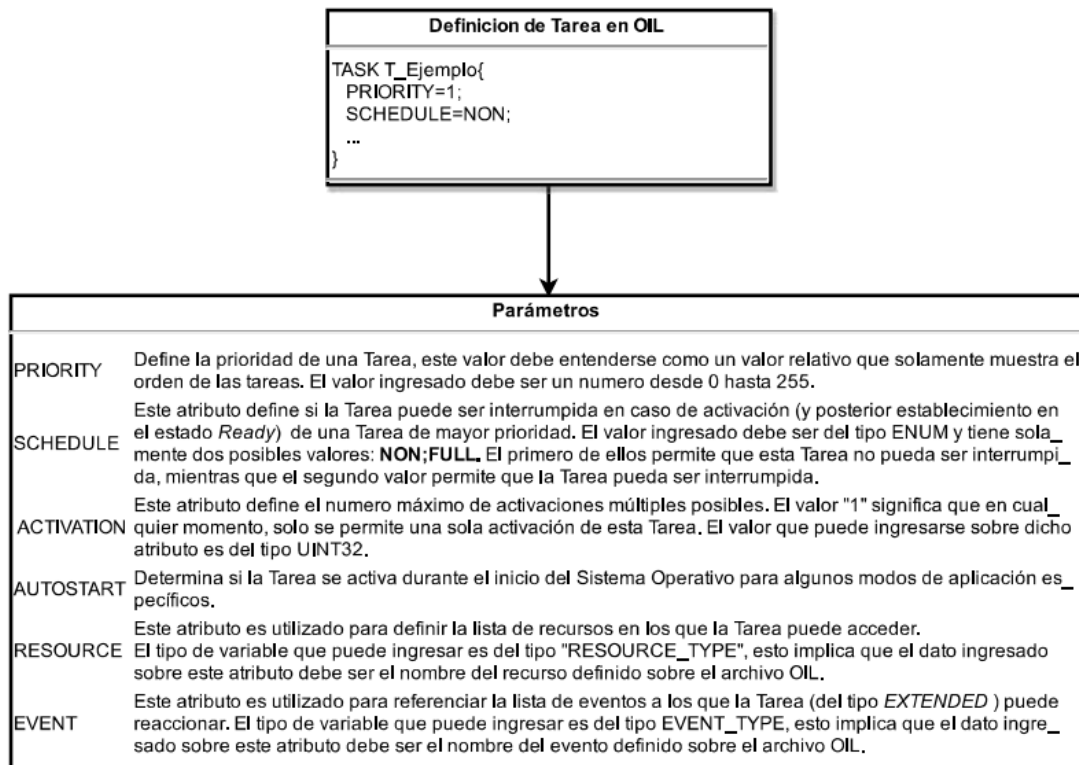

Figura 56: Definición de Tarea sobre archivo de configuración.
- **Paso 5:** A continuación se define una Tarea que efectúa la configuración inicial de la placa, y de los puertos GPIO utilizados para el Display 7 Segmentos. La instrucción que permite la definición de una Tarea sobre el archivo de configuración *OIL* es *TASK*, la Figura 56 ilustra el proceso llevado a cabo.
Se desea definir en primer lugar, una Tarea denominada INICIALIZAR, la cual necesita activarse en el momento de inicio del programa. Teniendo en cuenta los atributos explicados sobre la Figura 56 ,se determina que *AUTOSTART* adquiera el valor *TRUE*. Dado que no se prevee que dicha Tarea vuelva a ejecutarse durante el desarrollo del programa, se asigna una prioridad baja y su tipo designado es *BASIC*. La Figura 57 ilustra la definición de dicha Tarea.